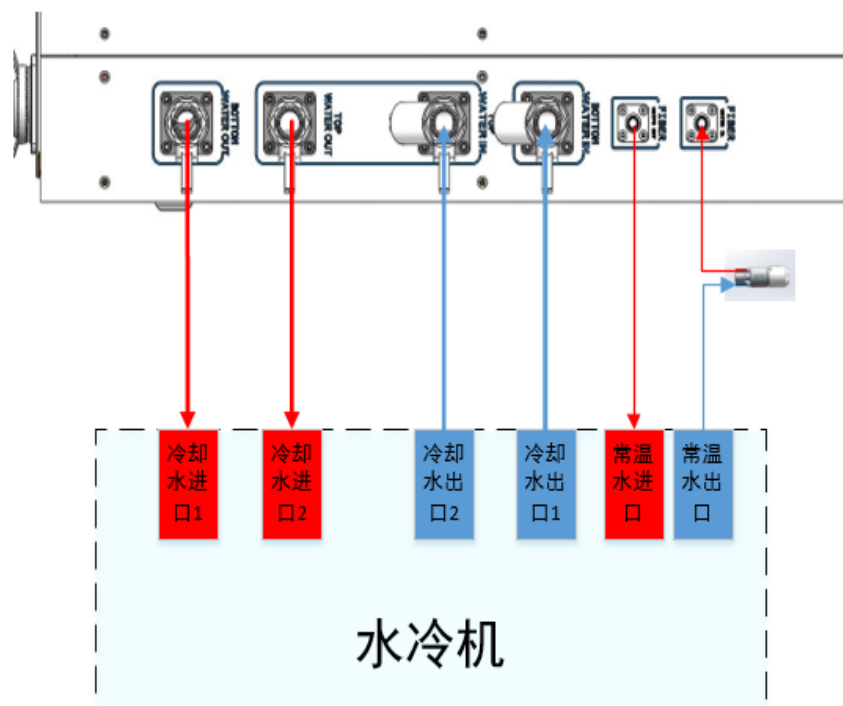

图 10 激光器冷却系统连接示意图
- a) 激光器冷却水连接如图 10 所示, 箭头方向表示水流方向;